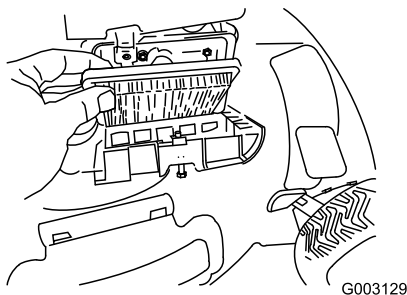

Figura 45
4. Montate il coperchio (Figura 45).